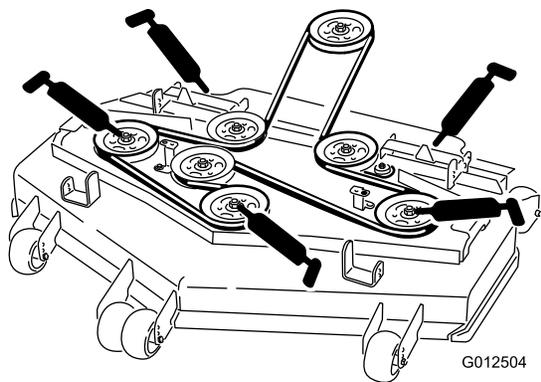

Figura 33
6. Engrase los 3 cojinetes de los ejes hasta que salga grasa (Figura 33).
7. Lubrique los puntos de engrase de los brazos de empuje (Figura 33).